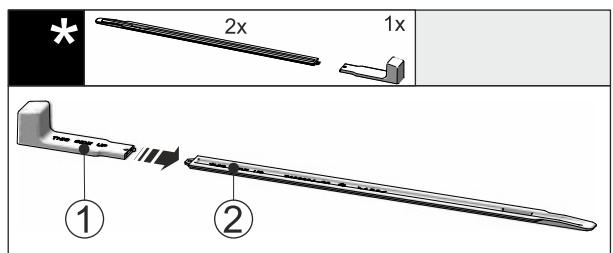

Fig. 46
- ▶ Вставьте монтажную ручку Fig. 46 (1) в выравнивающую рейку Fig. 46 (2).